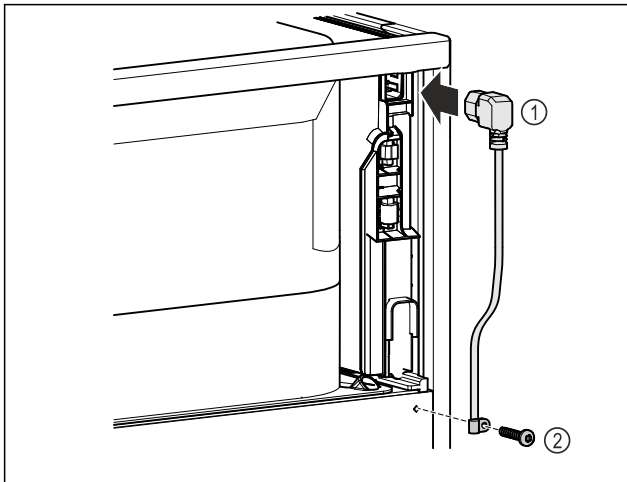

Fig. 9
- Kytke verkkoakaapelin IEC-liitäntä Fig. 9 (1) laitteen takasivulla olevaan pistokkeeseen.
- Kiinnitä kiinnike Fig. 9 (2)